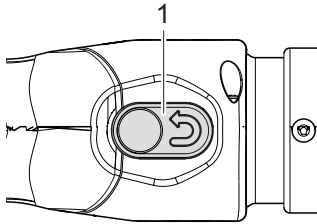

Fig. 12: Press Reset button
1. Press the Reset button (Fig. 12/1).